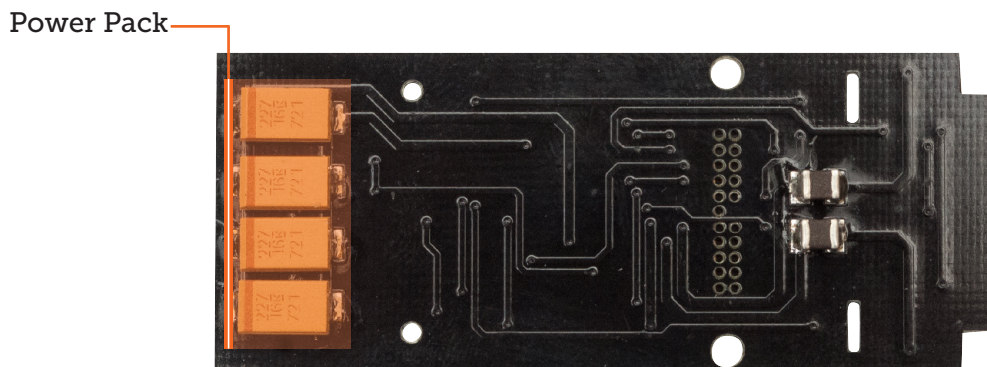

figura 3 - retro pcb con Power Pack
12. **Power Pack opzionale: è un dispositivo di accumulo di energia di riserva. Il suo scopo è quello di immagazzinare energia per restituirla quando la loco perde il contatto elettrico per brevi periodi. Il dispositivo, aiuta a mantenere la continuità dell'alimentazione evitando spiacevoli reset dei decoder. Nel caso dei decoder sound evita il fastidioso reset dei suoni** (figura 3)